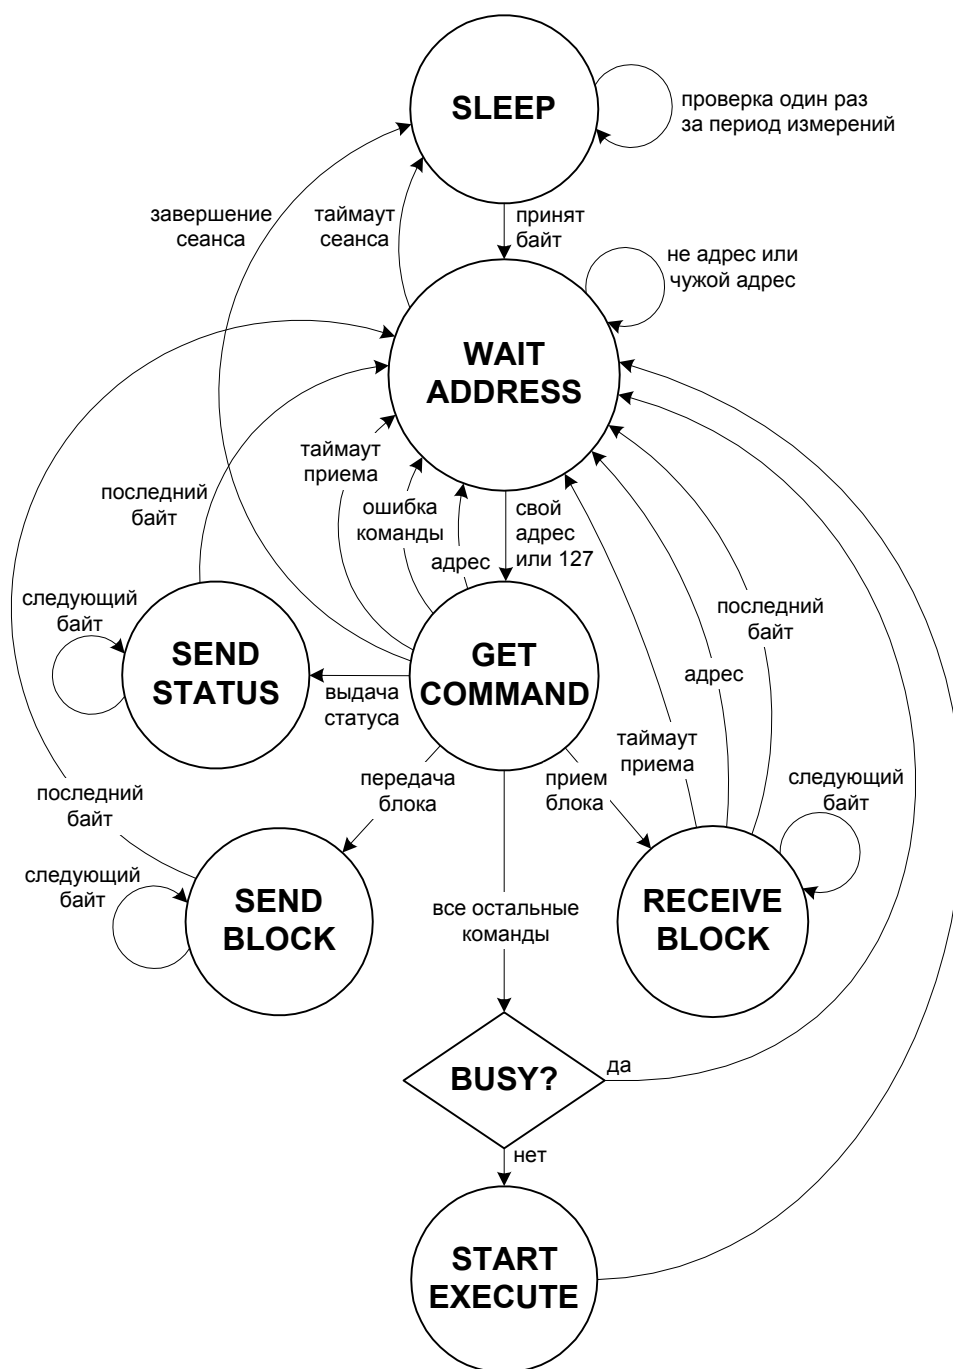

Рис.4 Диаграмма состояний slave
На Рис.4 приведена диаграмма состояний slave при обмене данными по сети. Как уже было сказано выше, большую часть времени slave находится в экономичном режиме работы (“**SLEEP**”). Проверка интерфейса осуществляется один раз за период измерений. Если будет зафиксирован трафик по сети (во время проверки будет принят хотя бы один байт), slave переходит в режим ожидания адреса (“**WAIT ADDRESS**”). В этом режиме slave принимает все байты, передаваемые по сети, но выделяет в потоке только адресные байты – байты данных игнорируются. При получении своего или широковещательного адреса (127) slave переходит к приему пакета команды (“**GET COMMAND**”).